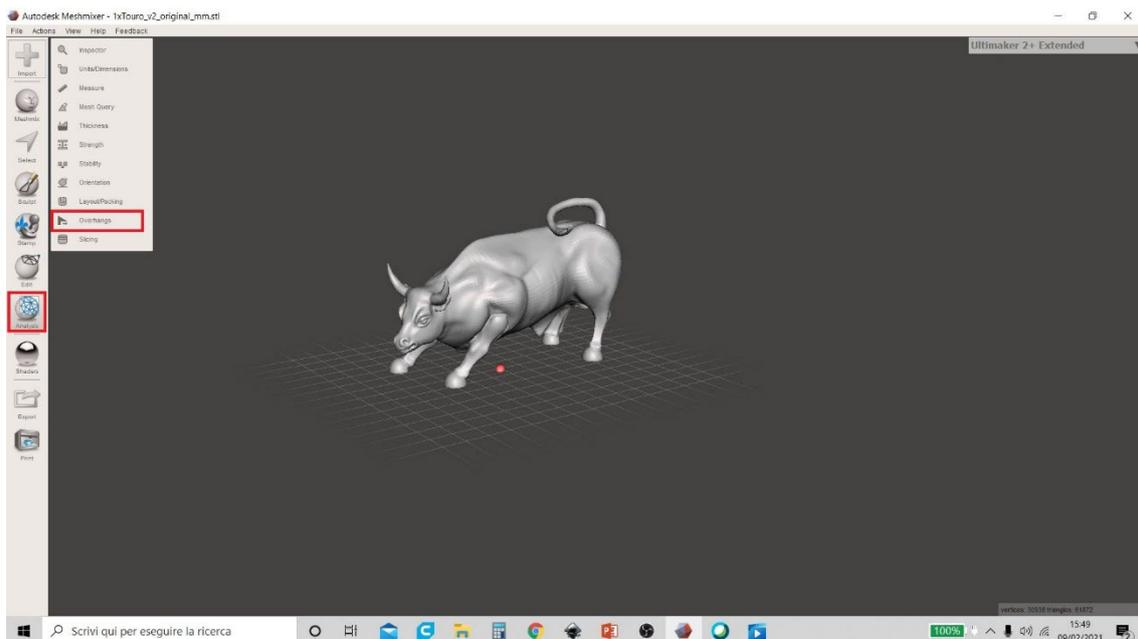

Figura 27 Meshmixer
2. Una volta caricato il modello, fare clic sul menu "Analisi" (a sinistra come mostrato in Figura 27 Meshmixer) e scegliere la funzione "Sporgenze". Questa funzione permette di generare un'anteprima delle parti critiche del modello dove sarà necessario inserire il supporto.